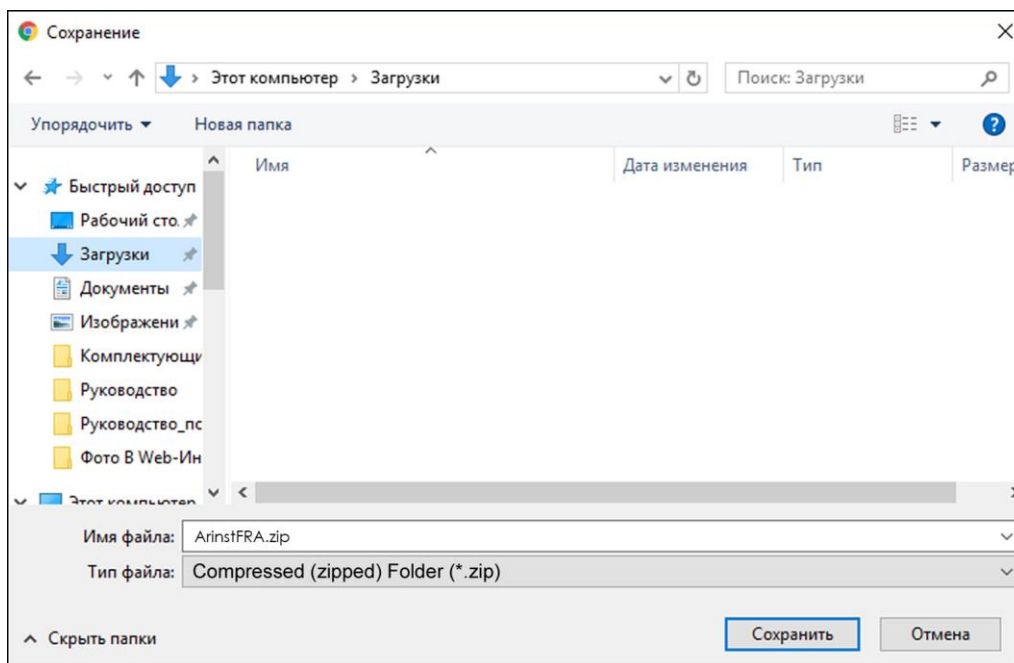

Рисунок 7.2 – Сохранение загружаемого файла
7.2. Укажите путь для загрузки архивного файла установщика и нажмите кнопку **Сохранить** (Рисунок 7.2). В нашем примере на рисунке 7.2 сохраняется архивный файл *ArinstFRA* в папку *Загрузки*.